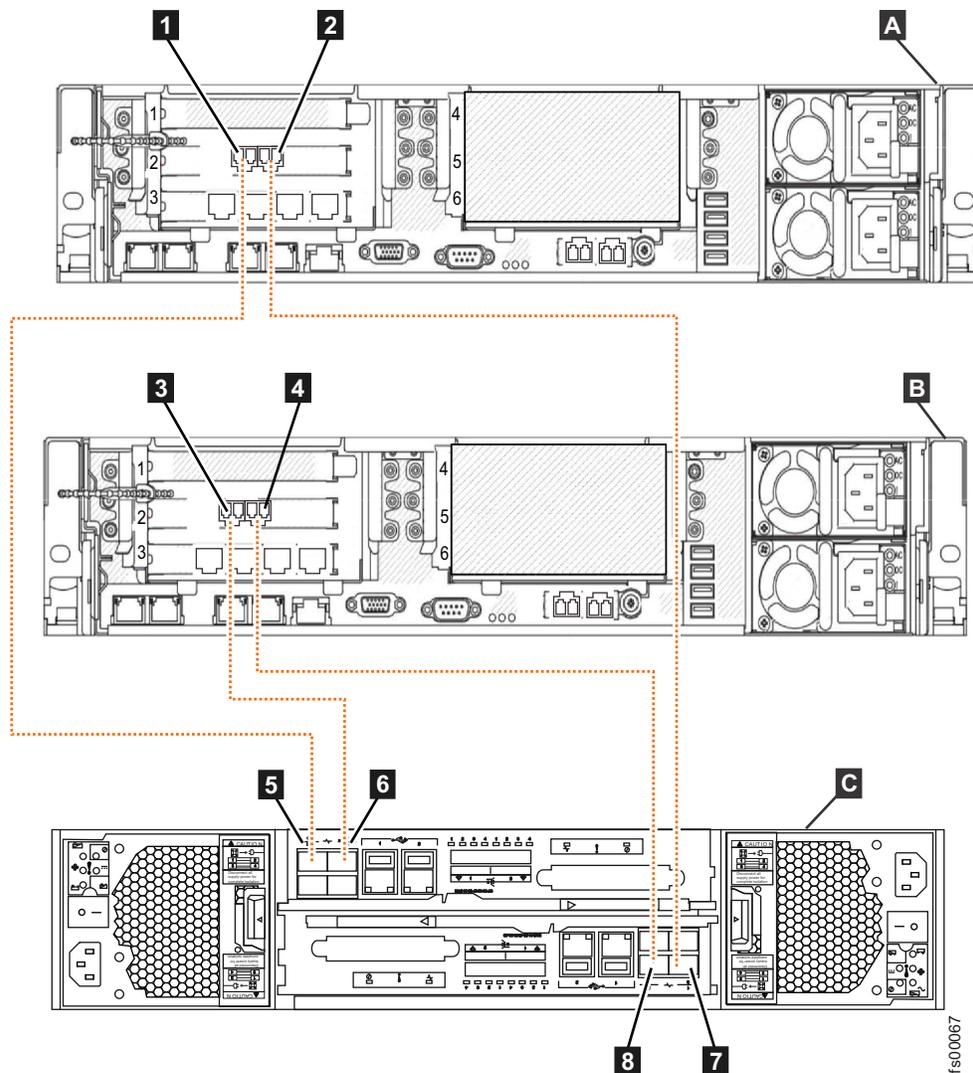

Figura 55. Conectando os módulos de arquivo ao gabinete de controle do Storwize V7000 Gen1 usando os cabos Fibre Channel
- Antes de continuar, certifique-se de que tenha conectado o cabeamento de Fibre Channel, conforme mostrado na Figura 55 na página 102 ou Figura 56 na página 103 para garantir a redundância apropriada. Um cabeamento incorreto pode resultar em perda de serviço durante os procedimentos de manutenção do sistema.